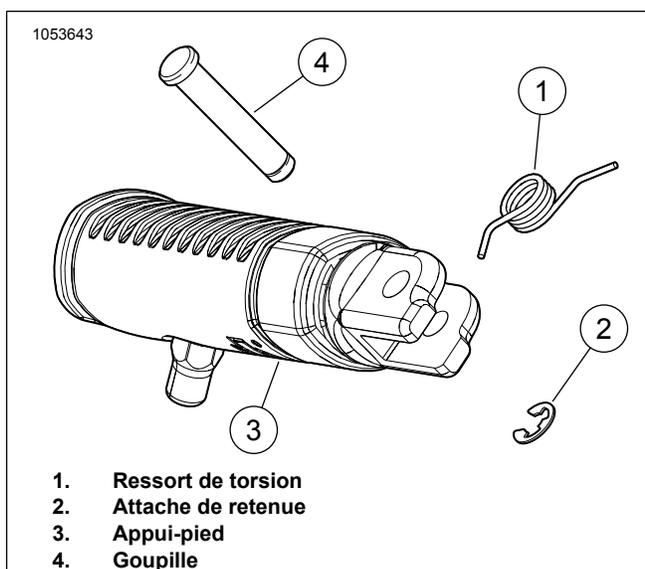

Figure 3. Pose du ressort de torsion d'appui-pied conducteur
1. Voir la figure 3. Retirer la broche (4) et l'attache de retenue (2). Conserver.
2. Conserver toute la visserie, y compris le ressort de torsion (1), pour le montage des **nouveaux** repose-pieds (3).
1. Voir la figure 3. Insérer la branche courte du ressort de torsion (1) dans le trou du **nouveau** repose-pied (3).
2. Aligner la branche longue du ressort de torsion (1) dans le trou du support de repose-pied et l'insérer.
3. Faire pivoter l'appui-pied (3) en position dans la chape et insérer la goupille (4) à travers la chape, l'appui-pied (3) et le ressort (1).
Voir la figure 3. En exécutant l'étape suivante, vérifier que le ressort est placé à l'intérieur du marche-pied.